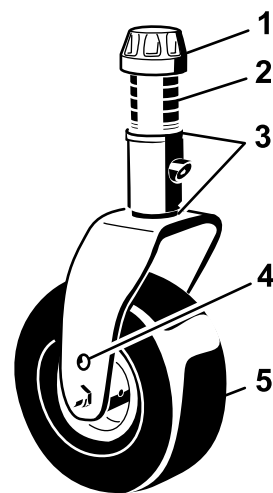

Figura 18
5. Togliete il tappo tenditore dall'asse del fusello ed estraete il fusello dal braccio della ruota orientabile (Figura 18).